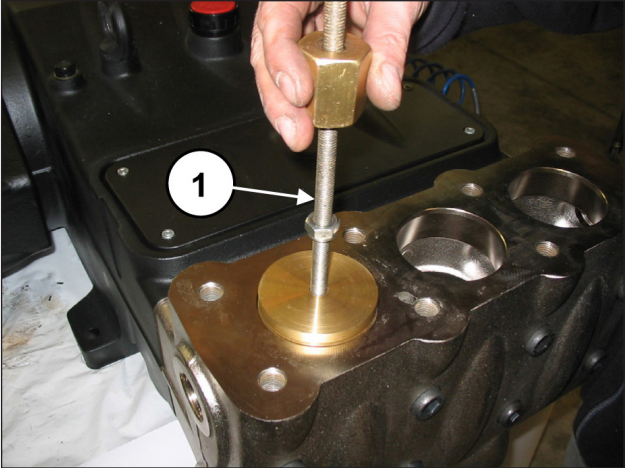

Fig. 101
Extraia a tampa da válvula com o uso de um martelo extrator para aplicar o furo M10 da tampa da válvula (pos. ①, Fig. 101).